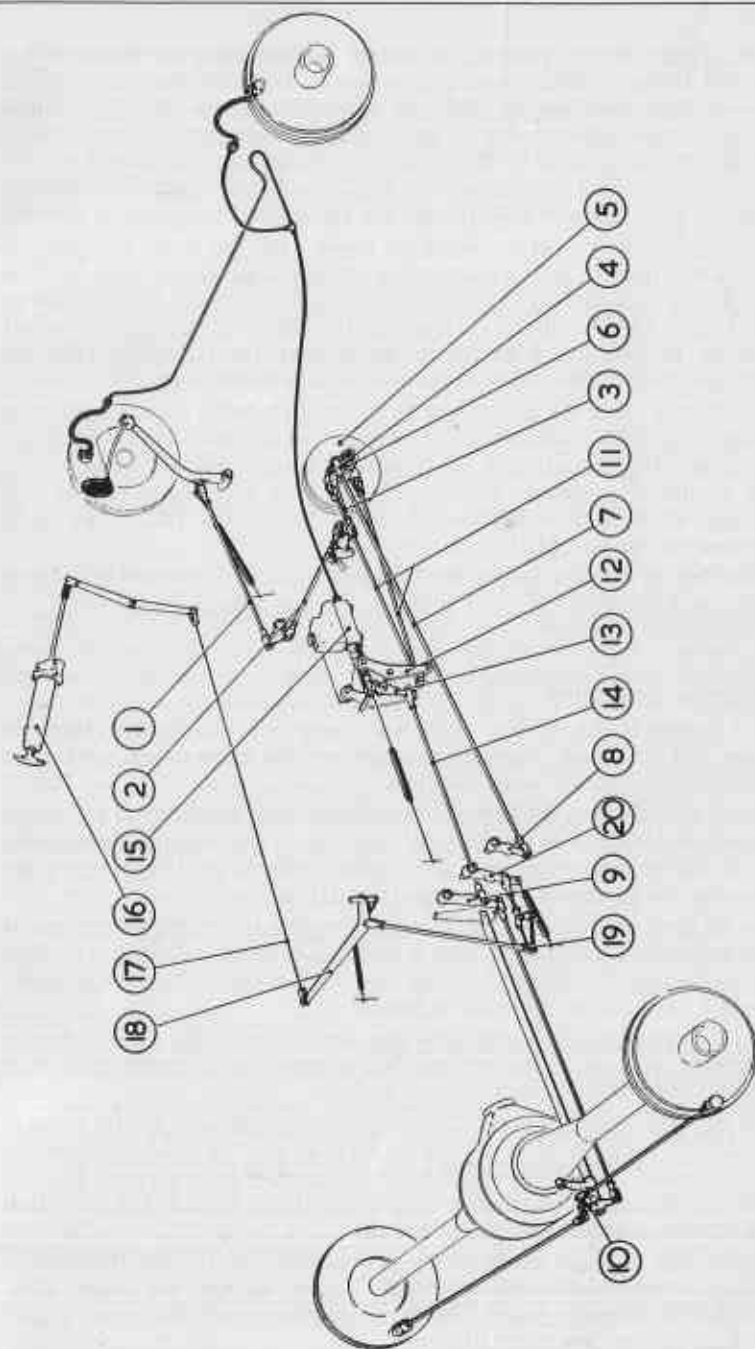

Fig. 17. - SYSTÈME DE FREINAGE ROLLS-ROYCE.
Le schéma de la fig. 17 illustre tout le système de freinage.
Le pédale actionne une tringle (1) (fig. 17) accouplée, par l'intermédiaire de la barre transversale (2) et de la tringle (3), au levier (4) sur l'arbre du servo. Ce dernier (5), monté sur le flanc droit de la boîte des vitesses, est entraîné à environ 1/4 de la vitesse de l'arbre de transmission.
Le servo, illustré à la fig. 17, est du type à disques secs de freinage. Il comporte un réglage pour la mise au point initial et pour rattraper l'usure des surfaces de friction. Une fois exactement réglé, l'usure étant minime, il ne réclame aucun soin pendant longtemps. Ce réglage est très délicat et il vaut mieux le faire exécuter par la Maison Rotta-Roye Ltd, ou par un de ses agents.
Les seuls endroits qui demandent un graissage à la main sont les mâchoires et les axes des tiges et des leviers intermédiaires (8, 9 et 20, fig. 17). Ils doivent être lubrifiés à la main tous les 5 000 kilomètres, comme il est à la page 19. Les cames à billes qui entraînent le servo (décrites dans ce chapitre) sont remplies de lubrifiant aux usines et ne réclament donc aucun soin entre les révisions du châssis.